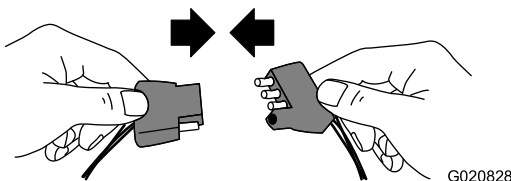

Figure 17
1. Enchufe el conector eléctrico de la máquina en el conector eléctrico del vehículo de remolque (Figure 17).